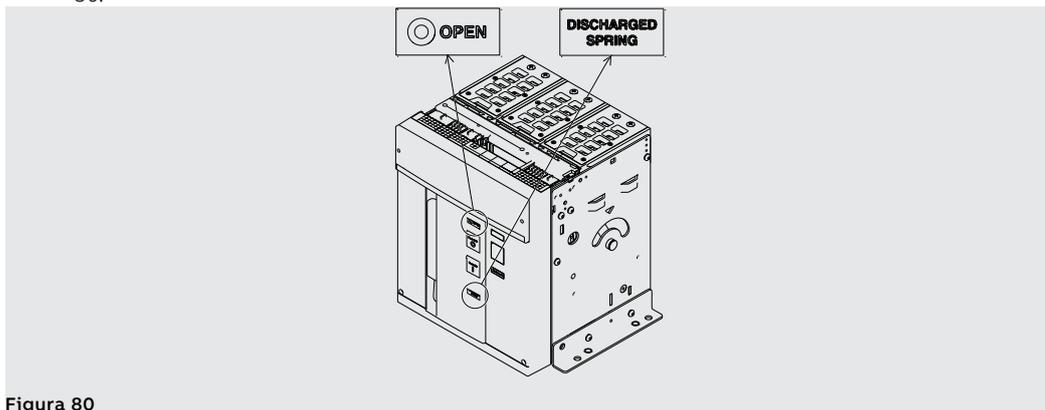

Figura 80
- Controllare che l'interruttore sia aperto (segnalatore aperto/chiuso "O - OPEN"), e controllare che le molle siano scariche (segnalatore molle "bianco - DISCHARGED SPRING") come indicato in Figura 80.